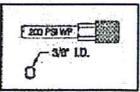

Fig.3
4. Conecte la herramienta a un compresor de aire. Utilice un tubo de 3/8" I.D. Asegúrese de que el tubo tenga una media de presión que exceda los 200 PSI (13.8 bar). (Véase Fig. 3)